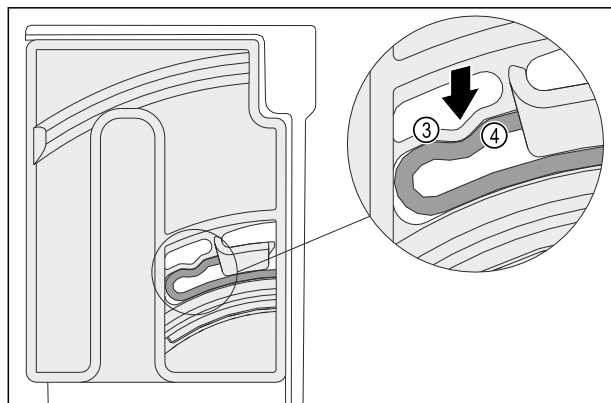

Fig. 119
- ▶ Elastisch element Fig. 119 (3) van de draai-eenheid vergrendelt hoorbaar in de ronde vorm van de rib Fig. 119 (4).